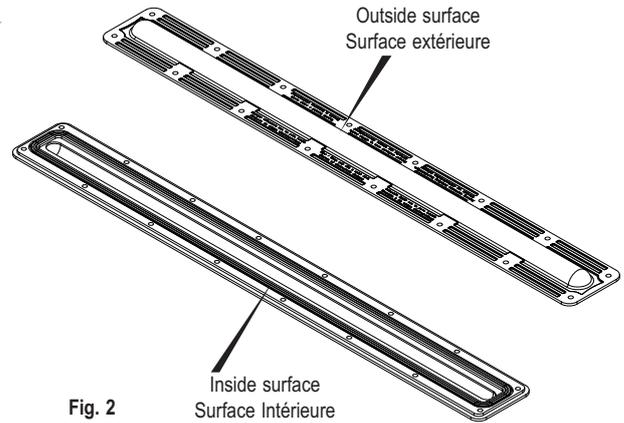

Fig. 2
Le mécanisme d'articulation assure la suspension du réflecteur LED après rotation (Fig. 2).
Der Scharniermechanismus sorgt für die Aufhängung des LED-Matrix-Montageteils (Abbildung 2).
PT Para ligar o fio de campo, abra o invólucro desparafusando os 6 parafusos inferiores, conforme ilustrado na Fig. 1. Segure a peça de matriz de LED para evitar danos ao mover-se para baixo ao abrir quando os seis parafusos estiverem desencaixados do invólucro. Os parafusos têm uma funcionalidade cativa, pelo que não sairão da peça. O mecanismo de dobradiça irá proteger a suspensão da peça montada de matriz de LED (Fig. 2). Ligue os fios de campo ao bloco de terminais e garanta que o fio está fixo e os parafusos do terminal estão apertados com um binário de 0,6 Nm a 0,8 Nm. Feche a peça de matriz de LED e aperte os parafusos com um binário de 2,5±5% Nm.
- 4/ Sorgfältig mit der neuen Linse umgehen. Die Außenfläche während der Installation nicht beschädigen (Abbildung 2).
- 4/ Manuseie a nova lente com cuidado. Não danifique a superfície externa durante a instalação (Fig. 2).